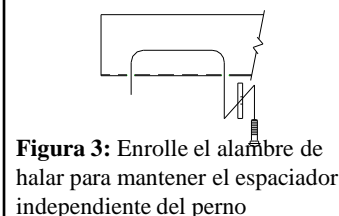
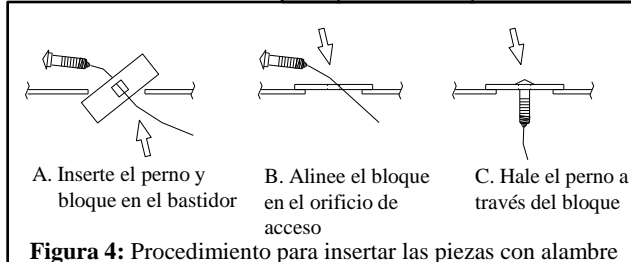

Figura 3: Enrolle el alambre de halar para mantener el espaciador independiente del perno
Figura 4: Procedimiento para insertar las piezas con alambre
- Inserte con el alambre los espaciadores y los pernos de carruaje de 1/2" a través del orificio de acceso modificado en el paso 4 y hacia abajo a través de los orificios en ambos largueros del bastidor (ver figura 3), verificando que los bloques se extiendan en ambos lados del orificio (vea la figura 4) y que no se traslapen entre sí.